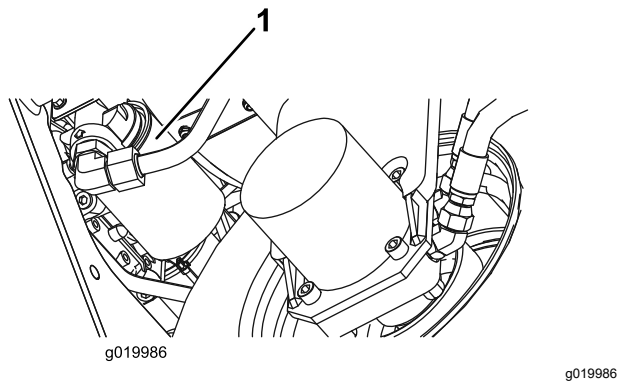

图 76
2. 清洁过滤器安装区周围的区域。在过滤器 (图 76) 下面放置一个放油盘并拆下过滤器。